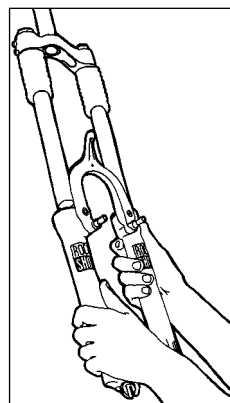

Abb. 6
- Ziehen Sie die unteren Gabelholme ab (ein Teil) und auch die Schmutzfängermanschetten (Siehe Abb. 6).